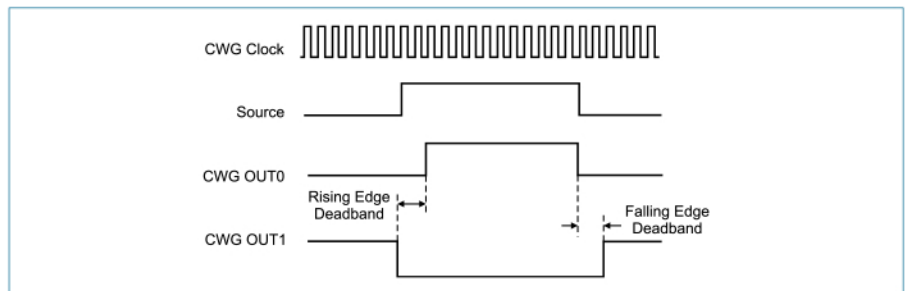

Рис. 4. Диаграмма работы модуля CWG
- Работа с различной периферией (рис. 4).